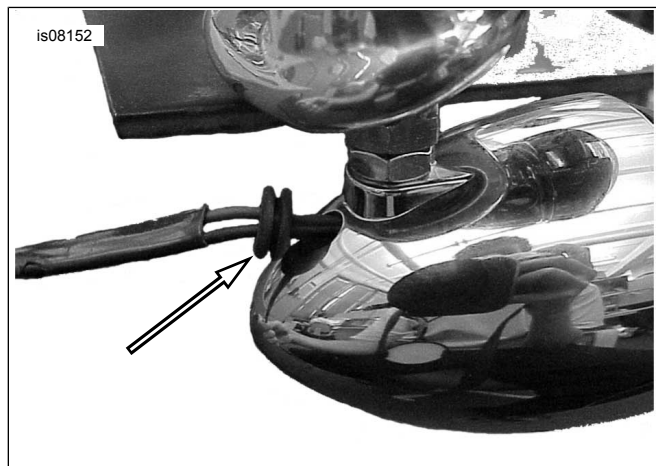

Figura 8. Instalación de la arandela aislante del kit
4. Vea Figura 8. Coloque la arandela aislante nueva (N/P 11443) del kit en el arnés de cables de la direccional y muévelo a la posición que se muestra. Instale la arandela aislante en la caja de la direccional. Puede ser útil usar agua para facilitar la instalación.